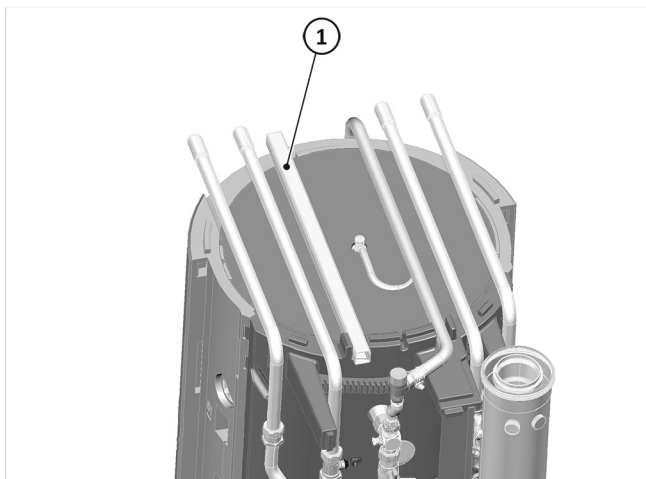

Abb. 104: Leitungsführungskanal
1. Modbus-Leitung der Verbindungsdose durch Leitungsführungskanal → Abb. 104 (1) im Deckelbereich herausführen.